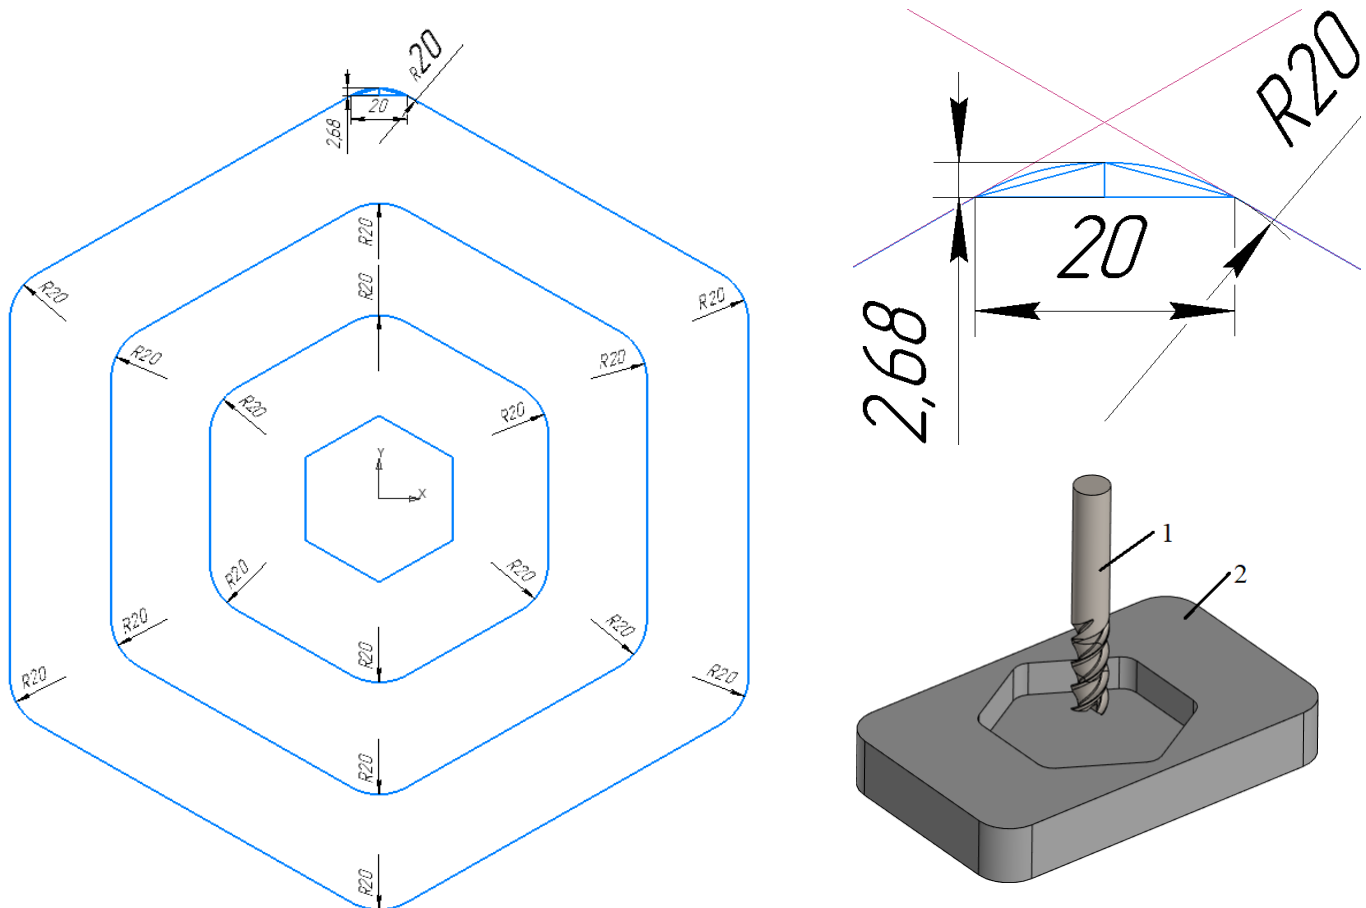

Рис. 5
На вертикальном обрабатывающем центре с числовым программным управлением концевой фрезой (1) диаметром 40 мм фрезеруется композитная деталь (2) для крышки привода КИМ, представляющая собой в плане прямоугольник с правильной шестиугольной выемкой со скругленными углами, радиус скругления 20 мм (рис. 5). Параметры скругления: длина хорды 20 мм, высота стрелы сегмента 2,68 мм. Фреза последовательно проходит по траекториям (1), (2), (3), (4). На траектории (1) скруглений нет. Траектория (1) представляет из себя правильный шестиугольник с диаметром вписанной окружности  $d_1=52$  мм. Траектория (2) – правильный шестиугольник с диаметром вписанной окружности  $d_2=120$  мм. Траектория (3) – правильный шестиугольник с диаметром вписанной окружности  $d_3=190$  мм. Траектория (4) – правильный шестиугольник с диаметром вписанной окружности  $d_4=262$  мм. Определить, сколько времени (сек.) займет у фрезы проход по всем трем траекториям, если известно, что фреза движется с постоянной скоростью  $V=0,01$  м/с, время перехода между траекториями не учитывать.